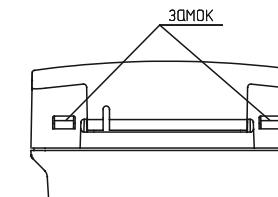

Рисунок 3
6.8 Для установки извещателя необходимо отсоединить корпус от основания, нажав отверткой на замки (см. рисунок 3). (При этом кнопка должна быть в отжатом состоянии).